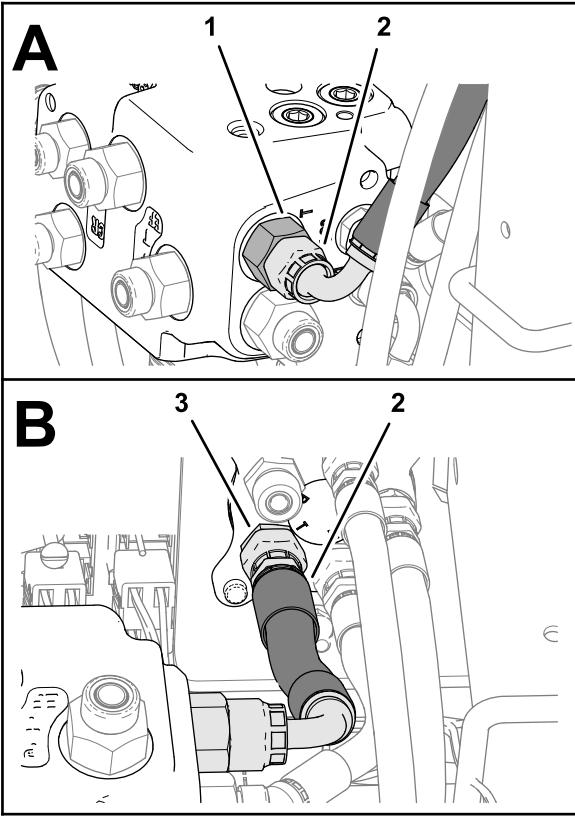

図 117
9. ホース10 x 187 mmのエルボ継手をEHIステアリングバルブのポートT字継手に取り付けます(図117)。
10. ホース10 x 187 mmのストレート継手をステアリングバルブのポートT継手に取り付け、両方のホース継手を締め付けます(図117)。